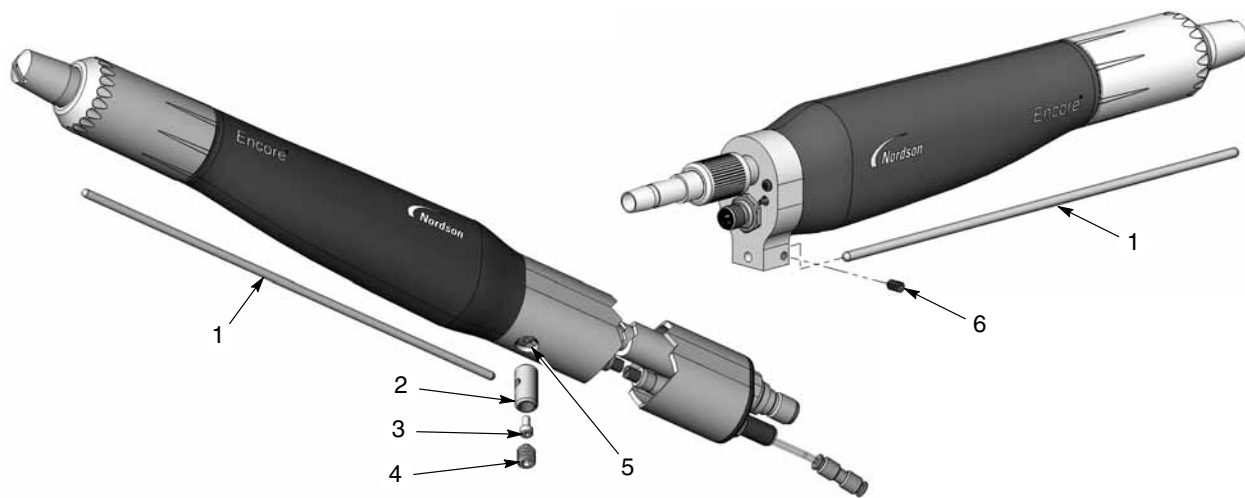

Bild 6 Installation av jonfångare - stångmonterad pistol visad utan vridbart fäste
1. Vänd montereröret så att fästhållet (5) för jonfångaren ger en möjlighet att komma åt jordplattan så som visas i bild 6. Genomför stegen 1-7 i demonteringsproceduren för rörmonterad pistol på sidan 23 för att kunna vända montereröret.
2. Skruva fast fästet (2) i jordningsplattan med insexskruven (3).
3. Sätt i kollektorelektroden i stödet och fäst den med den nylonspetsförsedda M10 x 10 stoppskruven (4).